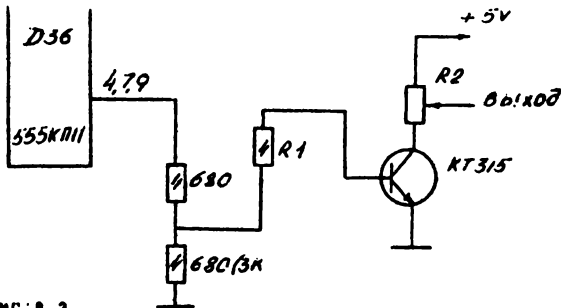

РИС. 8.2.
2. ИСПОЛЬЗОВАТЬ ЛИНЕЙНЫЙ УСИЛИТЕЛЬ-ИНВЕРТОР, НА РИСУНКЕ ПОКАЗАН ОДИН ИЗ КАНАЛОВ R, G ИЛИ B (РИС. 8.2).